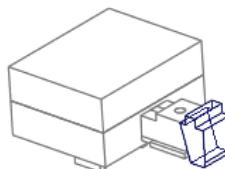
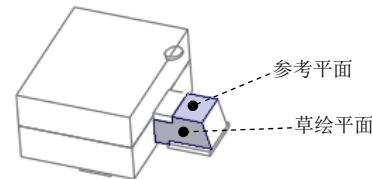
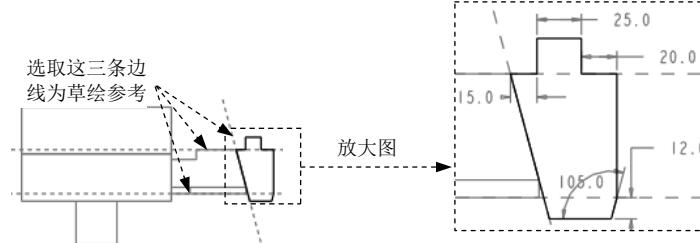
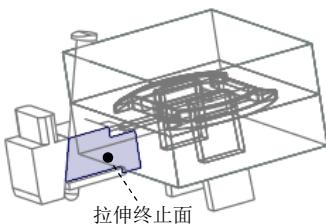

图 27.55 实体拉伸特征
图 27.56 定义草绘平面
图 27.57 截面草图
图 27.58 拉伸终止面
Step5. 创建实体拉伸特征，如图 27.55 所示。单击 **模具** 功能选项卡 **形状** ▾ 区域中的 **拉伸** 按钮，此时系统弹出“**拉伸**”操控板；在出现的操控板中确认 按钮被按下；从系统弹出的菜单中选择 **定义内部草绘...** 命令；选取图 27.56 所示的平面为草绘平面，然后选取图 27.56 所示的表面为参考平面，方向为 **上**。单击 **草绘** 按钮，进入草绘环境；进入截面草绘环境后，选取图 27.57 所示的边线为草绘参考，然后绘制图 27.57 所示的截面草图；完成特征截面的绘制后，单击“**草绘**”操控板中的“**确定**”按钮 **✓**；在操控板中选取深度类型 **(到选定的)**，将模型调整到图 27.58 所示的视图方位，选取图中所示的滑块表面为拉伸终止面；在“**拉伸**”操控板中单击 **✓** 按钮，完成特征的创建。